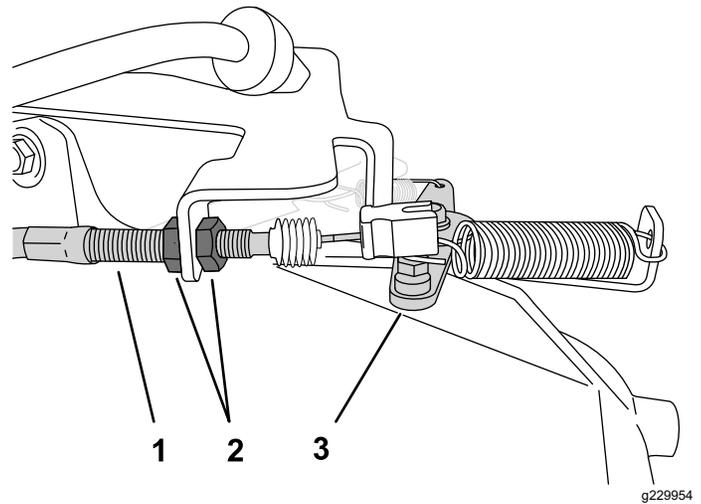

Figura 44
2. En la carcasa del cable del acelerador, afloje la contratuerca delantera y apriete la contratuerca trasera para aumentar el ralenti bajo (Figura 44).